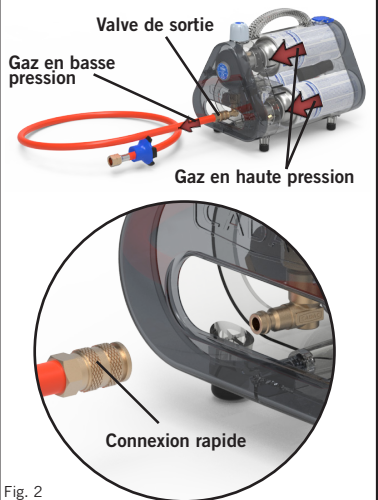

Fig. 2
- Assurez-vous que le tuyau est correctement connecté à la sortie du Power Pak (Fig. 2).